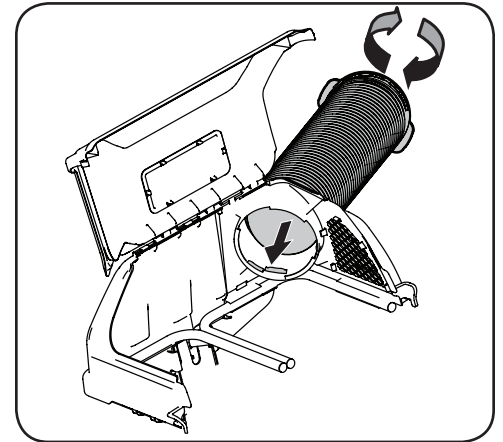

Figura 4-21
- Enrosque el extremo superior del tubo del canal firmemente en el soporte del canal superior. Hay dos lengüetas en la parte interna inferior del soporte del canal superior para permitir que se enrosque firmemente. Consulte la Figura 4-21.